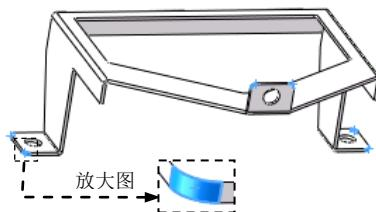
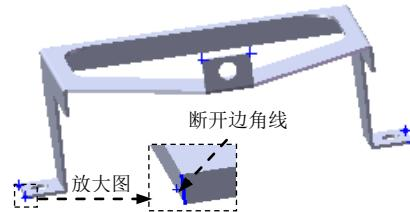

图 2.23 断开一边角 1
图 2.24 断开一边角线
Step11. 创建图 2.23 所示的钣金特征——断开一边角 1。
- (1) 选择命令。选择下拉菜单 **插入(I)** → **钣金(H)** → **断裂边角(E)...** 命令 (或在工具栏中选择 → **断开边角/边角剪裁** 命令)。
- (2) 定义折断边角选项。激活 **折断边角选项(B)** 区域的 按钮, 选取图 2.24 所示的各边线。在 **折断类型:** 下单击 “圆角” 按钮 , 在 **文本框** 中输入距离 5.0。
- (3) 单击 按钮, 完成断开一边角 1 的创建。